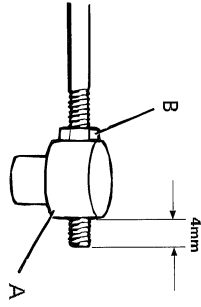

Fig. 7
- Gänga nippeln på kabeländan tills 4 mm av gängan sticker ut. Säkra nippeln genom att dra 4 mm muttern (B fig. 7).